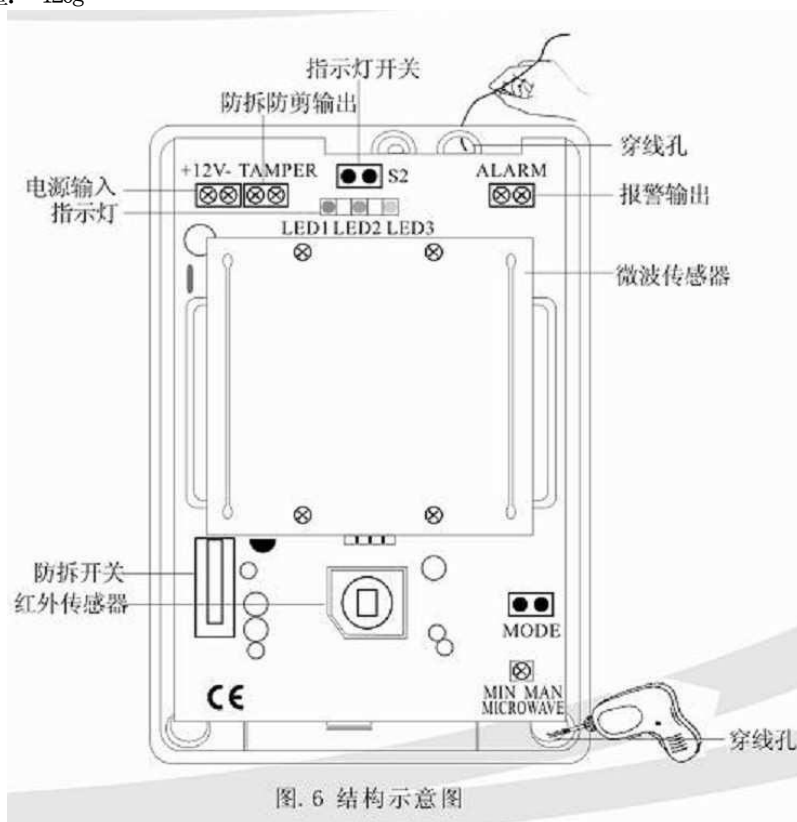

图.6 结构示意图
- 跳线 S2 用于开启或停用报警指示灯（如图 6 所示）。断开 S2，报警时指示灯不亮；
- 在外壳的底部或者侧面打开穿线孔，以便接入线缆（图 6）；
- 将线接到探头底部的接线柱上（图 6）；